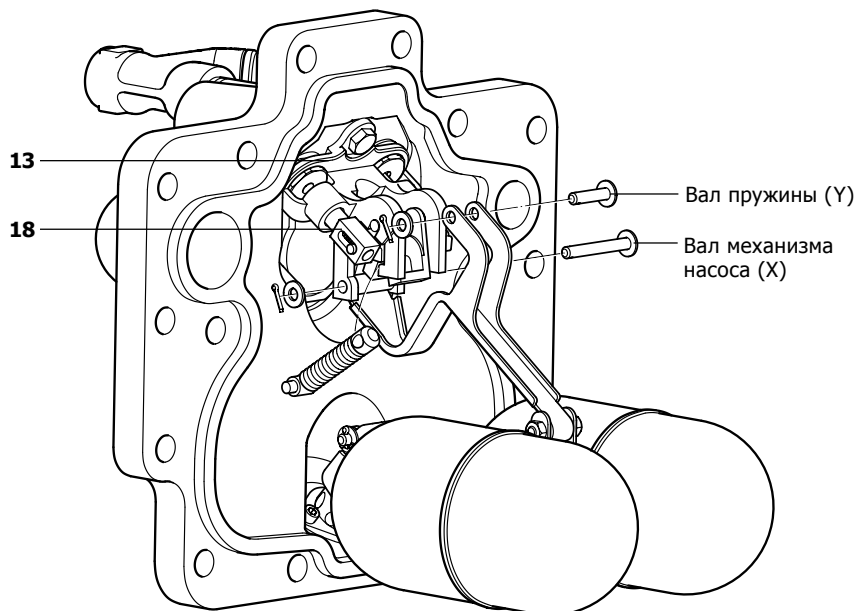

Рис. 28
15. Для снятия клапана выхлопа (дет. 18) снимите шплинты, шайбы и валы (X и Y) (см. рис. 28).
18. Выровняйте канавку в клапане выхлопа (дет. 18) в хвостовике направляющей (дет. 24) (рис. 28).